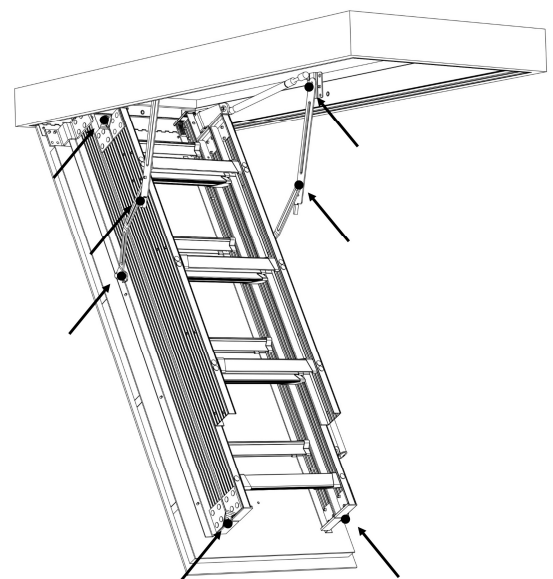

FIGURA 34 : PUNTOS DE LUBRICACIÓN
- 3.- Periódicamente lubrique (se recomienda usar silicona en aerosol) los puntos pivote del mecanismo del brazo derecho e izquierdo (ensamble de brazo poder) y cada bisagra para proporcionar un funcionamiento suave y duradero. Ver **Figura 34**.